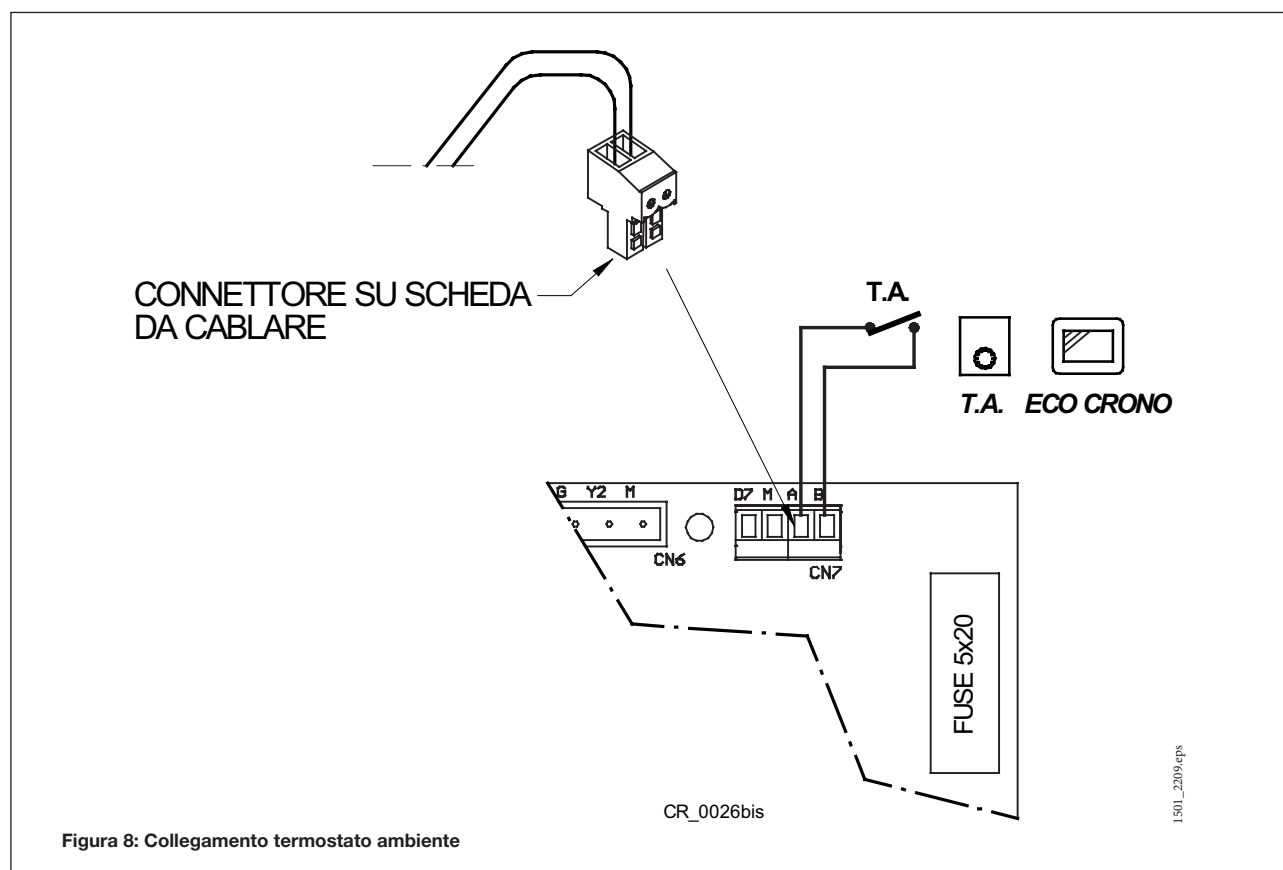

Figura 8: Collegamento termostato ambiente
- Togliere il ponticello presente sui morsetti (CN7: A - B) della scheda elettronica (si veda schemi elettrici del § 9 e Figura 8).